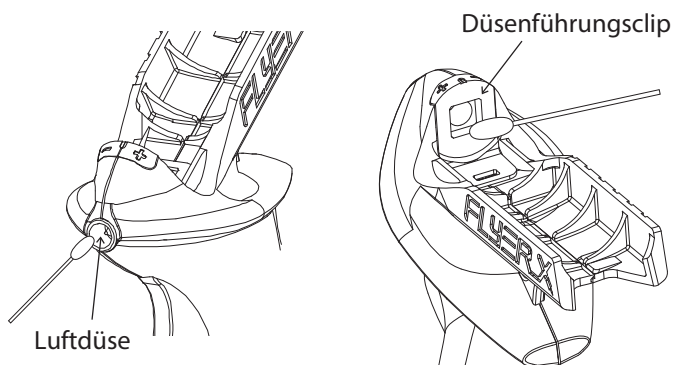

Abb. 11
2. Reinigen Sie die Luftdüse und den Düsenführungsclip mit einem Wattestäbchen, sodass keine Farbrückstände oder Fusseln zurückbleiben. **Abb. 11**